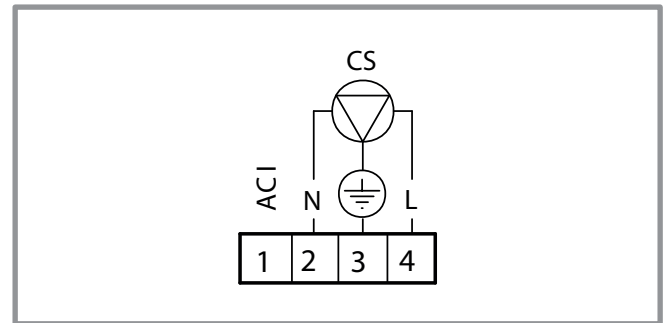

figure 15 - Bornes de raccordement (chaudière Calista)
- **Circulateur sanitaire** : Raccorder le circulateur sanitaire sur les bornes sanitaires du tableau de contrôle (voir figure 15).